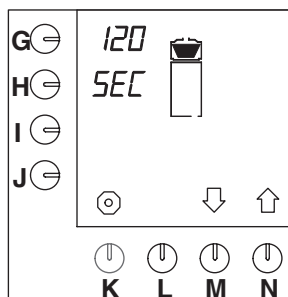

Fig. 47 Nadruppeltijd
- Druk op selectietoets (N.)↑ tot fig. 47 in het display verschijnt.